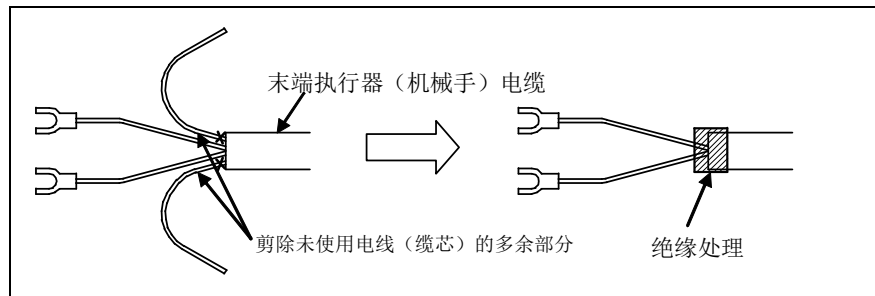

图5 末端执行器(机械手)电缆的处理方法
- 请剪除末端执行器(机械手)电缆的未使用电线(缆芯)的多余部分并进行绝缘处理。如缠绕醋酸布胶带等。(见图5)